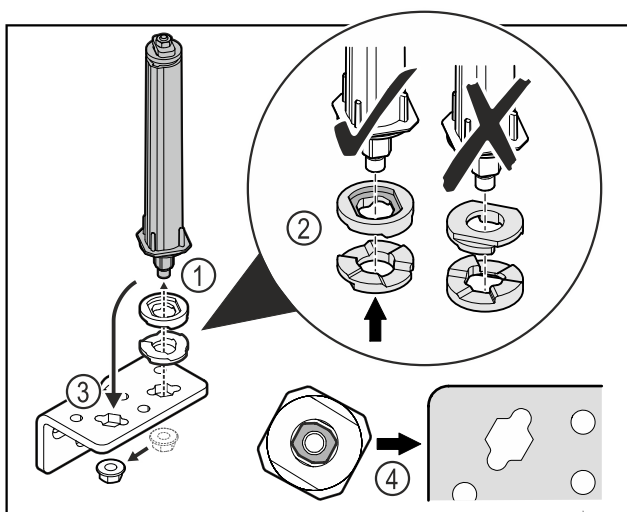

Fig. 26
- ▶ Løsne mutteren og fjern dørlukkesystemet Fig. 26 (1).
- ▶ Sørg for korrekt innretning av høydejusteringsskivene Fig. 26 (2).
- ▶ Sett om dørlukkesystemet i hengselvinkelen og fest med mutteren Fig. 26 (3).
- ▶ Ved innsetting, sørg for korrekt innretning av dørlukkesystemet Fig. 26 (4).